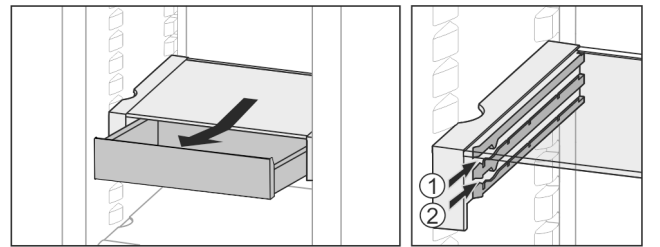

Fig. 22
- İstenen yükseklikte Fig. 22 (1) veya Fig. 22 (2) içeri itin.